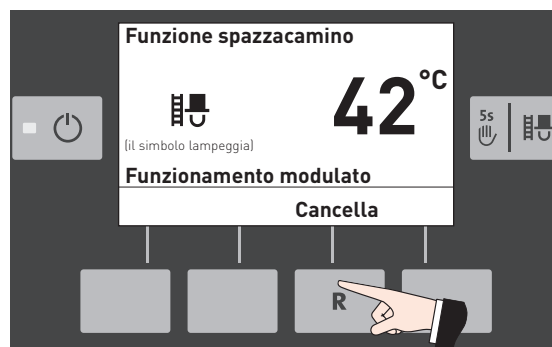

Fig. 11
- premendo il tasto **Cancella**, Fig. 11.